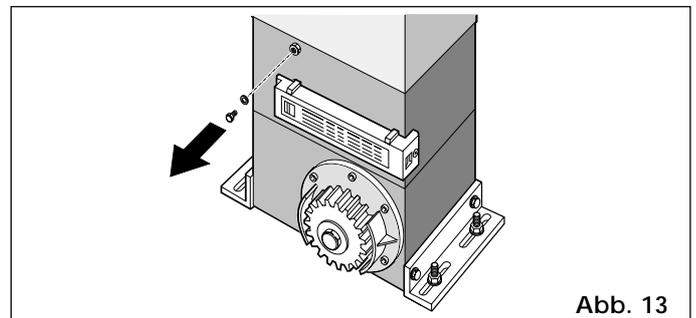

Abb. 13
- 7) Die Entlüftungsschraube abnehmen und aufbewahren (s. Abb. 13).